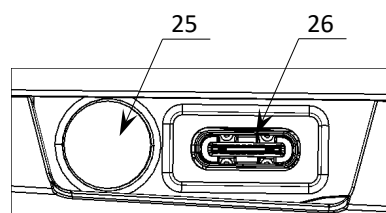

Рисунок 4. Панель разъемов
10. Панель разъемов (см. рисунок 4).